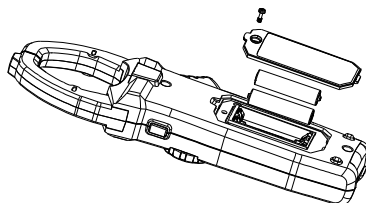

Рис. 11 Замена батарей
- Для установки или замены батарей (рис. 11):